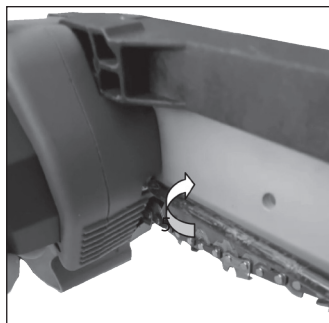

Рис. 1
2. Отверткой затяните цепь (рис. 1).